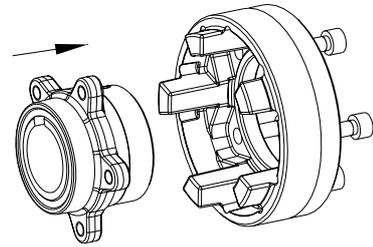

Figura 20: montaje del mangón brida con el casquillo de levas
- Ensamble el mangón brida y el anillo de levas (véase figura 20).